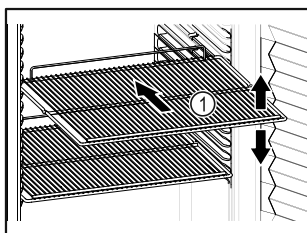

Fig. 48 Ilustrační zobrazení
- Pokud jsou odstavné rošty Fig. 48 (1) přemístitelné, přizpůsobte je vždy na danou výšku.